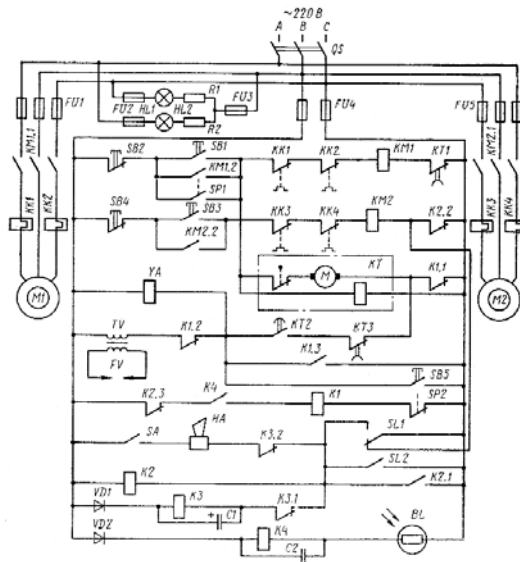

Рис. 3
3. Указать элементы электрической принципиальной схемы управления паровым котлом КВАГ 1/5 (рис.3). Объяснить порядок работы схемы в штатных и аварийных ситуациях.